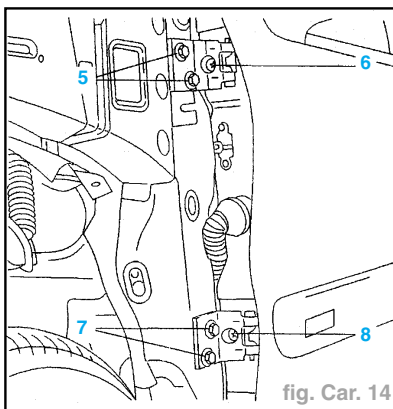

fig. Car. 14
- le tirant de porte (vis (3)),
- les axes de charnières (2) et (4) (axes vissés),
- Régler les jeux de la porte avant (vis (5) et (7)) (fig. Car. 14).
- Régler le désaffleurement (vis (6) et (8)).